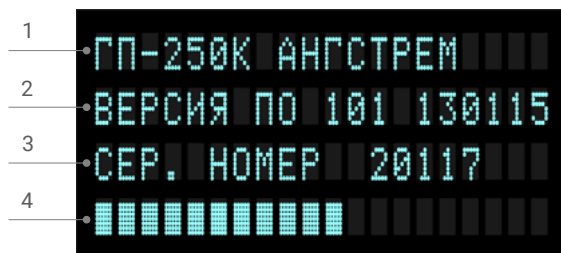

Рисунок 3 - Начальный информационный экран
5.3.3 Начальный информационный экран (Рис. 3) появляется после включения генератора, отображается примерно 3 секунды и несет следующую информацию: